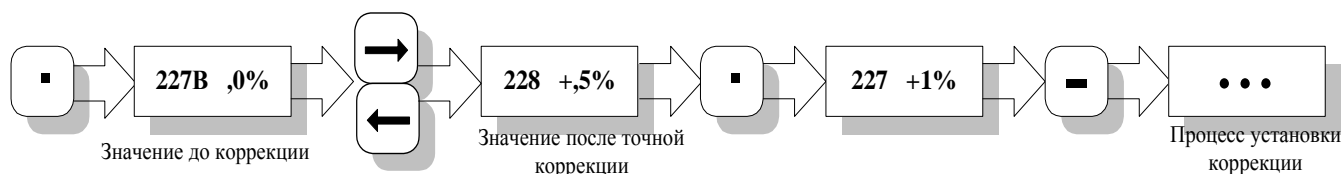

Рис. 14
5.3.12.2. Точная настройка выполняется в соответствии с рис. 14.